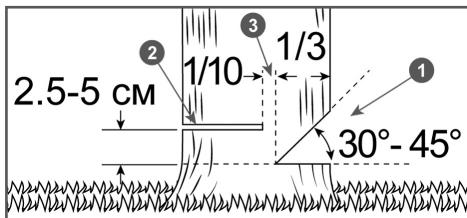

Рис. 15 Расположение запила, пропила и недопила
- Сделайте запил 1 с той стороны, куда должно упасть дерево, глубиной примерно 1/3 диаметра ствола и под углом от 30 до 45 градусов (Рис. 15). Линия стыка двух пропилов, образующих запил, называемая направляющей линией, должна располагаться как можно более горизонтально и под углом 90 градусов к направлению валки.
должен оставаться недопил 3 примерно 1/10 диаметра ствола. Вставьте своевременно клин в пропил 2 (Рис. 15). Недопил 3 действует как шарнир и позволяет контролировать падение дерева (Рис. 15).
Ни в коем случае не допиливать до конца недопил 3 (Рис. 15), так как вы не сможете контролировать направление падения дерева.